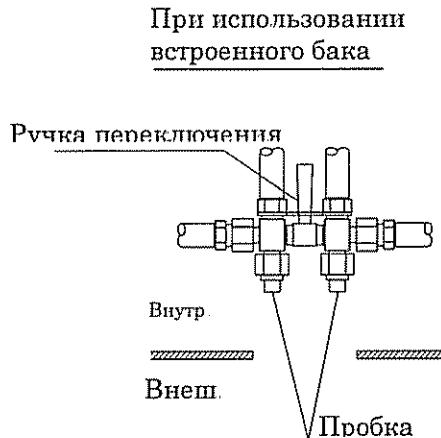

Рис. 1
- ① На Рис.1 показано состояние топливного трубопровода и ручки перекидного клапана при отгрузке оборудования с завода. Если оборудование будет работать с подачей топлива из встроенного в нем топливного бака, топливный трубопровод и ручка перекидного клапана должны быть оставлены в этом состоянии.
- ③ После снятия трубопровода подачи топлива из внешнего бака необходимо вернуть ручку перекидного клапана в то положение, которое показано на Рис. 1, и вставить пробку в патрубок для подсоединения шланга с внешнего топливного бака.
- ① Приготовить маслостойкие шланги с внутренним диаметром 8 мм – 10 мм.
- ② Внешний топливный бак должен быть установлен так, чтобы уровень топлива в нем постоянно находился на высоте 0 – 2,5 м над уровнем поверхности, на которой установлено оборудование.